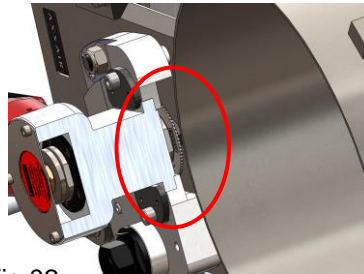

Fig.02
- Posizionare il tubo leggermente indietro rispetto all'utensile di taglio e fissarlo (Fig.02).